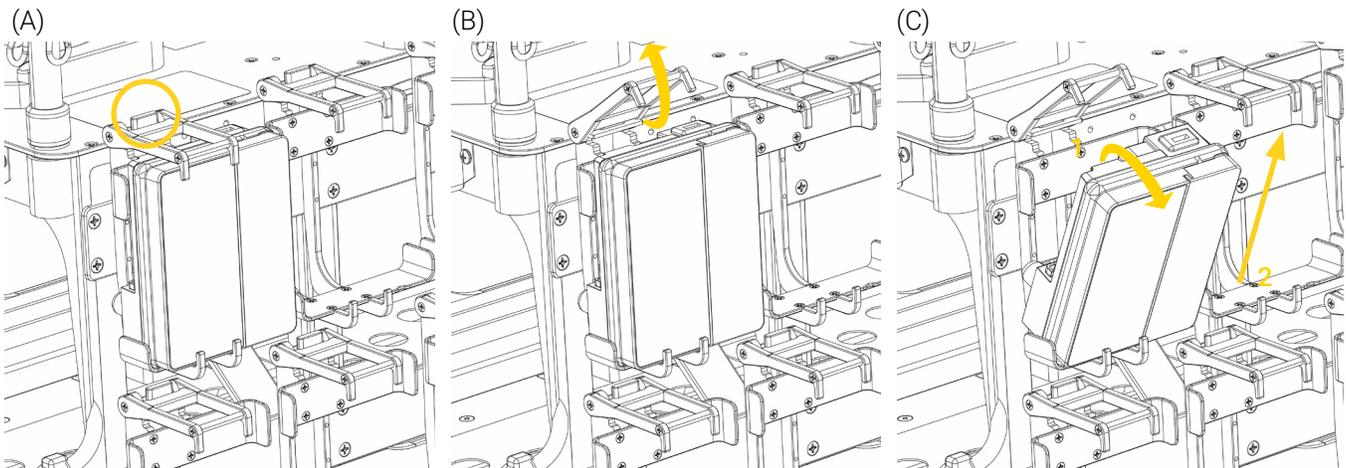

Figure 16: Retrait de la pompe à infusion
1. Tirer le mécanisme à déclenchement rapide du support de pompe vers l'avant (Figure 16 A), puis soulever la partie supérieure du support pour l'ouvrir (Figure 16 B).
2. Incliner la pompe vers l'avant, puis retirer la pompe du support (Figure 16 C). Mettre la pompe de côté.